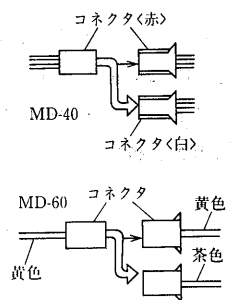

図2
②40TF₁-F<L>、60TF₁-F<L>形を50Hzでご使用いただく場合、図2の通り電気品箱にてコネクターを差し替えてください。